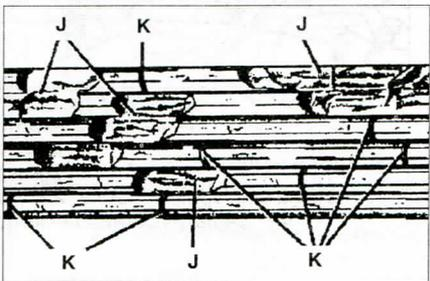

Рис. 1.4. Боковые повреждения ребер **K** и выдавливание резиновой массы наружу **J**.
- боковые повреждения ребер **K** и выдавливание резиновой массы наружу **J** (рис. 1.4);